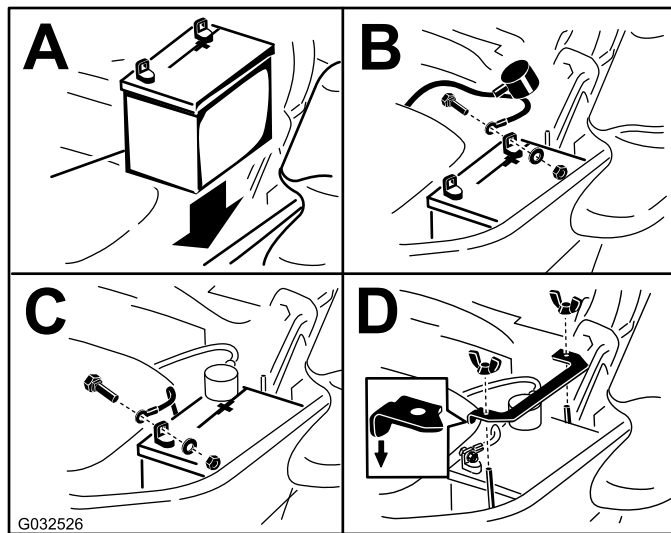

Figura 76
**Nota:** Coloque la batería en la bandeja, con los bornes frente al depósito de aceite hidráulico (Figura 76).